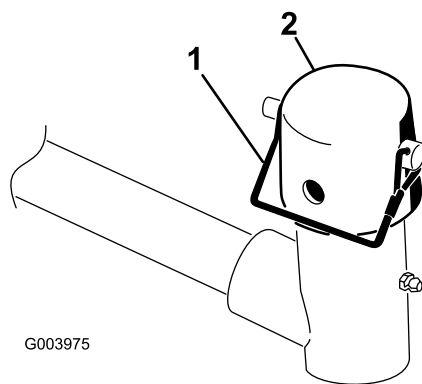

図 9
9. 昇降アームのピボットヨークからスナッパピンとキャップを外す 図 9。